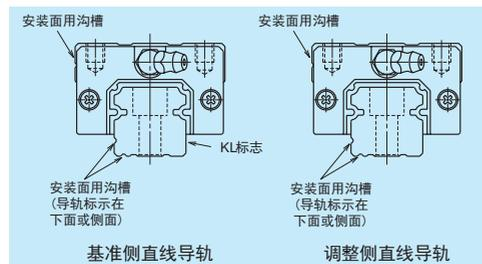

图 10.1 基准面
- 在 2 根或 2 根以上导轨组合使用时，1 根导轨用于基准侧，另 1 根导轨用于调整侧，在基准侧导轨的安装基准面相反一侧上标注有其型号号、系列号和‘KL’标记（如图 10.1）